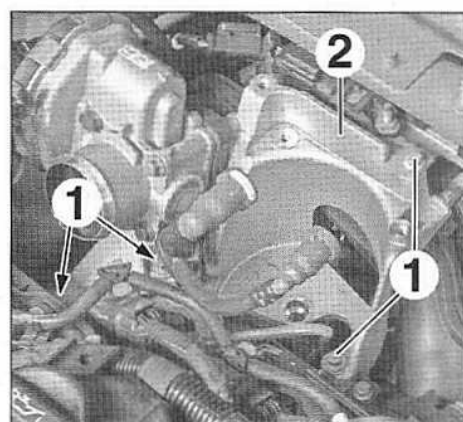

FIG.107
- Déposer (Fig.107) :
- les vis (1),
- le support du filtre à carburant (2).